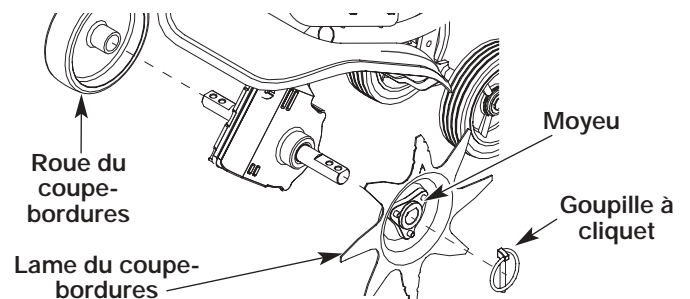

Fig. 4
1. Appuyez sur l'interrupteur On/Off pour le mettre en position Off (O) pour arrêter le moteur et les dents et débranchez la bougie pour éviter tout démarrage accidentel.
3. Faites glisser la roue du coupe-bordures, moyeu vers l'intérieur, sur le côté droit de l'arbre des dents et maintenez-le en place avec la goupille à cliquet dans le trou intérieur (Fig. 4).
4. Faites glisser la lame du coupe-bordures, moyeu vers l'extérieur sur le côté gauche de l'arbre des dents et maintenez-la en place avec la goupille à cliquet dans le trou intérieur (Fig. 4).